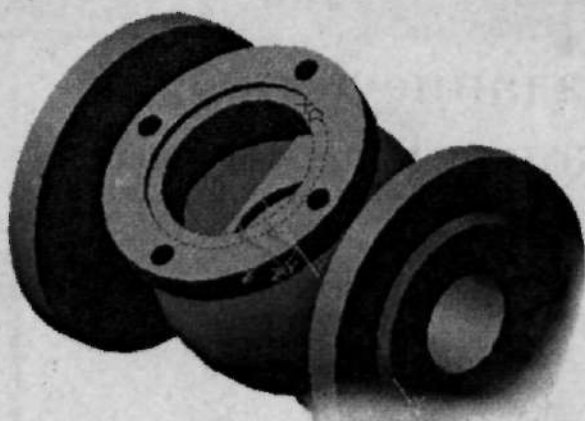

Рис. 3.15. Добейтесь выделения плоскости паза
2. Добейтесь того, чтобы была выбрана плоскость паза (рис. 3.15). Если плоскость выбрана, то ее ребра примут вид красной пунктирной линии. Щелкните левой клавишей мыши — плоскость выделена.